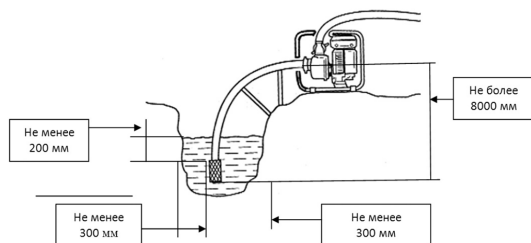

рис.10
1. Установите мотопомпу вблизи водоема (емкости) на твердую ровную горизонтальную поверхность, опустить фильтр всасывающего рукава в водоем (емкость), обеспечив вертикальное положение фильтра и необходимые расстояния, как показано на рис.10.